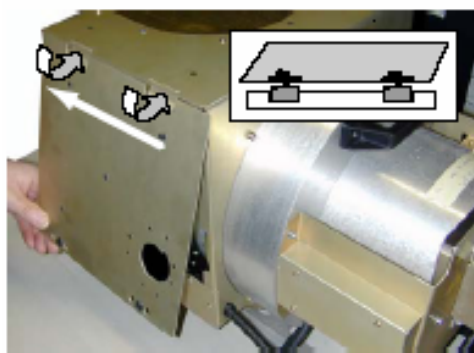

图 7-41 侧盖板波带的安装
1. 将有槽口的波带穿过灯箱顶上的槽拉到侧盖板的顶上。（图7-41）
2. 将槽口与灯箱顶板匹配。（图7-41）
3. 将侧盖板往右移动，直至槽口完全套进顶板为止。（图7-41）